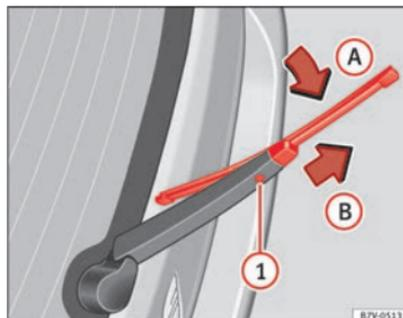

Fig. 119 Cambio de la escobilla de la luneta.
- Levante el brazo del limpiaparabrisas y abátalo un ángulo aprox. de 60° ⇒ fig. 119.
- Mantenga pulsada la tecla de desbloqueo ①.
- Abata la escobilla en la dirección del brazo del limpiaparabrisas ⇒ fig. 119 (flecha A) y tire al mismo tiempo en el sentido que indica la flecha B). Es probable que tenga que emplear mucha fuerza.